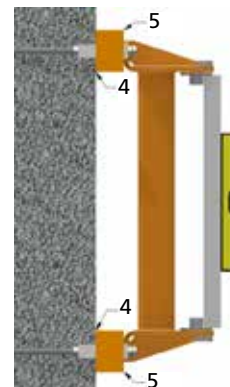

fig.39
- d. La verticalidad perfecta (con plomada) se obtiene, si es necesario, insertando las riostras específicas 4 (no incluidas en el suministro), debajo de los soportes delanteros 5 (fig. 39).